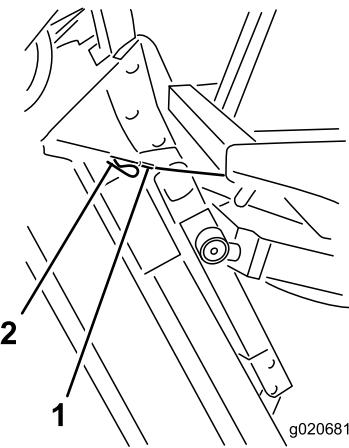

Figura 103
6. Sujetando la unidad de corte en posición vertical, coloque el extremo del cable sobre el pasador del brazo de elevación de la unidad de corte y fíjelo con la chaveta (Figura 103).